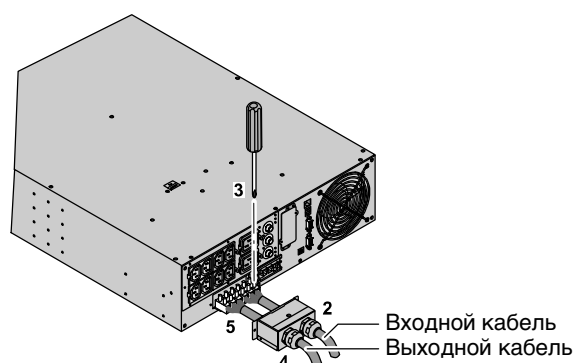

Рисунок 22. Подключение входного и выходного кабелей (модели EU)
2. Вставьте входной кабель в соответствующий разъем (см. Рисунок 22).